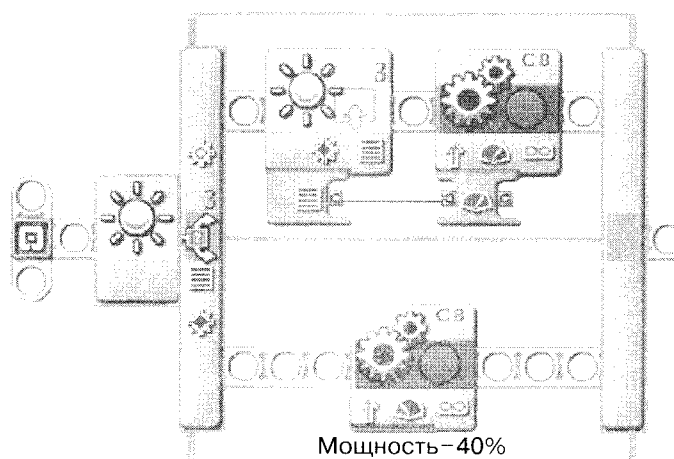

Рис. 124. Выбор действий в зависимости от условий
5. Если условие выполняется, то робот едет в зависимости от освещенности, иначе (т. е. если условие не выполняется) — робот едет с мощностью моторов, равной 40% (рис. 124).